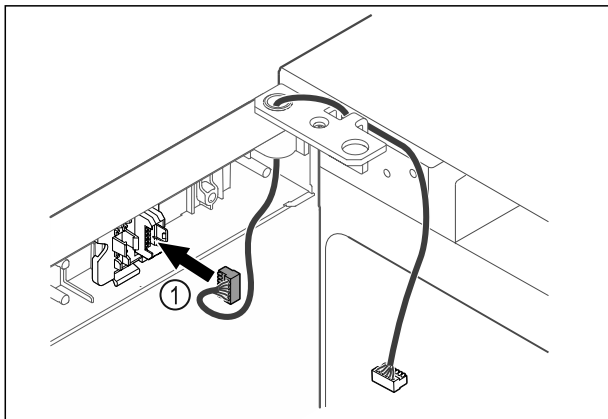

Fig. 42
- Inserire il connettore Fig. 42 (1) nel porta-connettore.